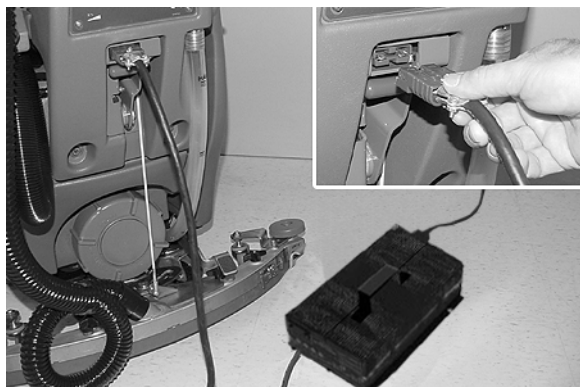

FIG. 41
6. Branchez le cordon CC du chargeur sur la prise de batterie de la machine (Figure 41).